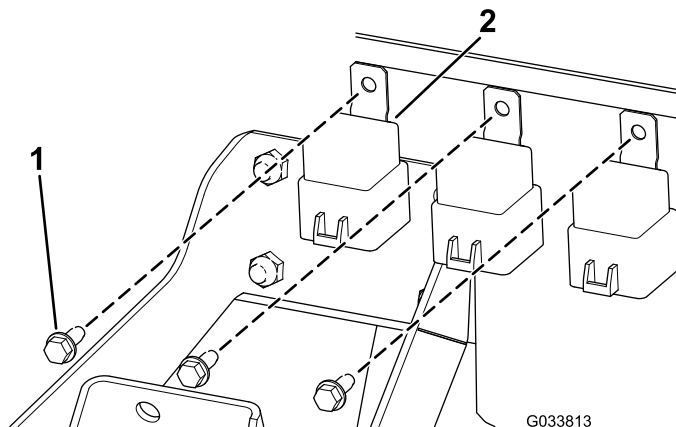

Figura 7
1. Instale os 3 relés na estrutura do painel de controlo com os 3 parafusos de cabeça hexagonal (1/4 x 5/8 pol.), conforme se mostra em Figura 7.